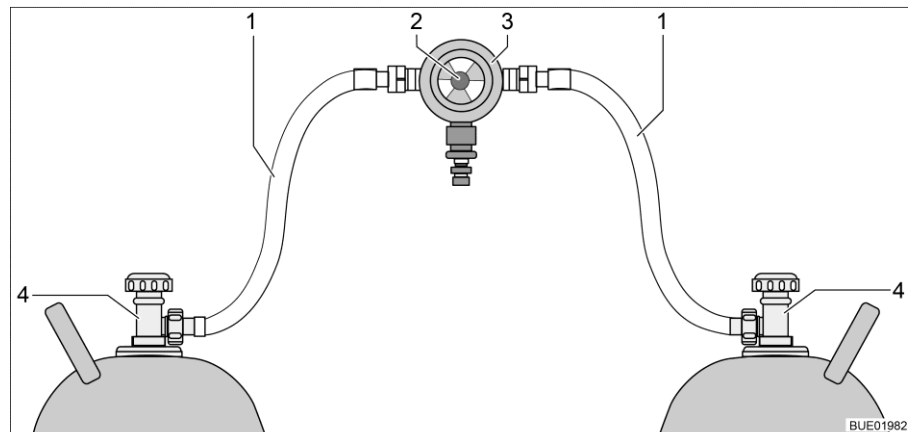
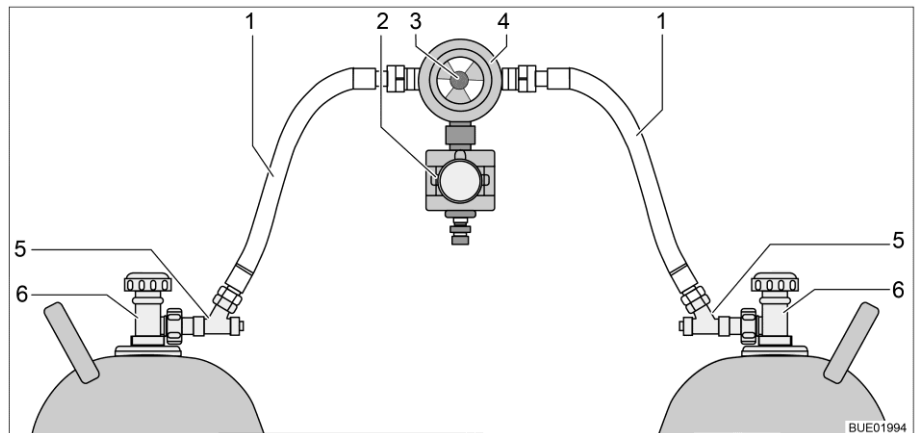
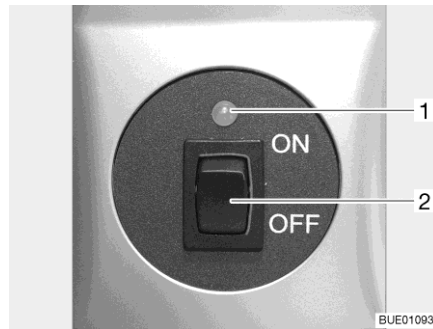
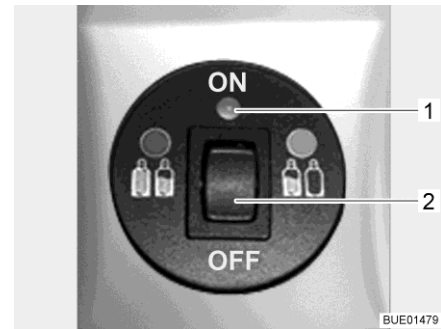

Fig. 173 Instalación de conmutación de bombonas de gas
Fig. 174 Instalación de conmutación de bombonas de gas con CPU
Fig. 175 Unidad de mando
Fig. 176 Unidad de mando con indicación a distancia
La instalación de conmutación de bombonas de gas consiste de un regulador de presión de gas combinado, con válvula selectora e indicador (Fig. 173,3). La instalación de conmutación de bombonas de gas está montada entre las dos gomas del gas (Fig. 173,1).
La instalación de conmutación de bombonas de gas consiste de un regulador de presión de gas combinado, con válvula selectora e indicador (Fig. 174,4) y una electroválvula (Fig. 174,2). En caso de una frenada a fondo, un accidente o una extrema posición inclinada, la electroválvula bloquea el suministro de gas al vehículo. La instalación de conmutación de bombonas de gas está montada entre las dos gomas del gas (Fig. 174,1) con dispositivos de seguridad en caso de rotura de manguera (Fig. 174,5).
Con el botón giratorio (Fig. 173,2 ó bien Fig. 174,3) en la instalación de conmutación de bombonas de gas se puede determinar cuál de las bombonas de gas se utilizará como bombona de servicio y cuál bombona de gas como bombona de reserva.
En la unidad de mando (Fig. 175) únicamente pueden conmutarse las funciones eléctricas. Las llaves de paso principales de las bombonas de gas (Fig. 173,4 ó bien Fig. 174,6) deben abrirse y cerrarse a mano.
Sin indicación a distancia La luz de control en la unidad de mando indica el estado de la instalación de gas. Si la luz de control (Fig. 175,1) está encendida de color verde, la instalación está bien. Si la luz de control parpadea o se enciende de color rojo, se ha presentado una avería. El suministro de gas está interrumpido.
Con indicación a distancia La luz de control en la unidad de mando (Fig. 176,1) indica el estado de la instalación de gas:
- Abrir las llaves de paso principales en las bombonas de gas (Fig. 173,4 ó bien Fig. 174,6).
- Pulsar los dispositivos de seguridad en caso de rotura de manguera (Fig. 174,5), uno tras otro, por 10 segundos.
- Con el botón giratorio (Fig. 173,2 ó bien Fig. 174,3) en la instalación de conmutación, seleccionar la bombona de gas de la que habrá de tomarse el gas con prioridad (bombona de servicio). Girar el botón giratorio siempre hasta el tope.
- Conectar la instalación de conmutación en la unidad de mando. Para esto, poner el interruptor basculante (Fig. 175,2 ó Fig. 176,2) en la posición "ON". Ahora, estará purgada de aire la válvula selectora. La luz de control (Fig. 175,1 ó Fig. 176,1) parpadea de color amarillo (prueba de sistema) y a continuación se enciende de color verde.
- Poner el interruptor basculante (Fig. 175,2 ó Fig. 176,2) en la posición "OFF". La luz de control (Fig. 175,1 ó Fig. 176,1) se apaga.
- Cerrar las llaves de paso principales en las bombonas de gas (Fig. 173,4 ó Fig. 174,6).